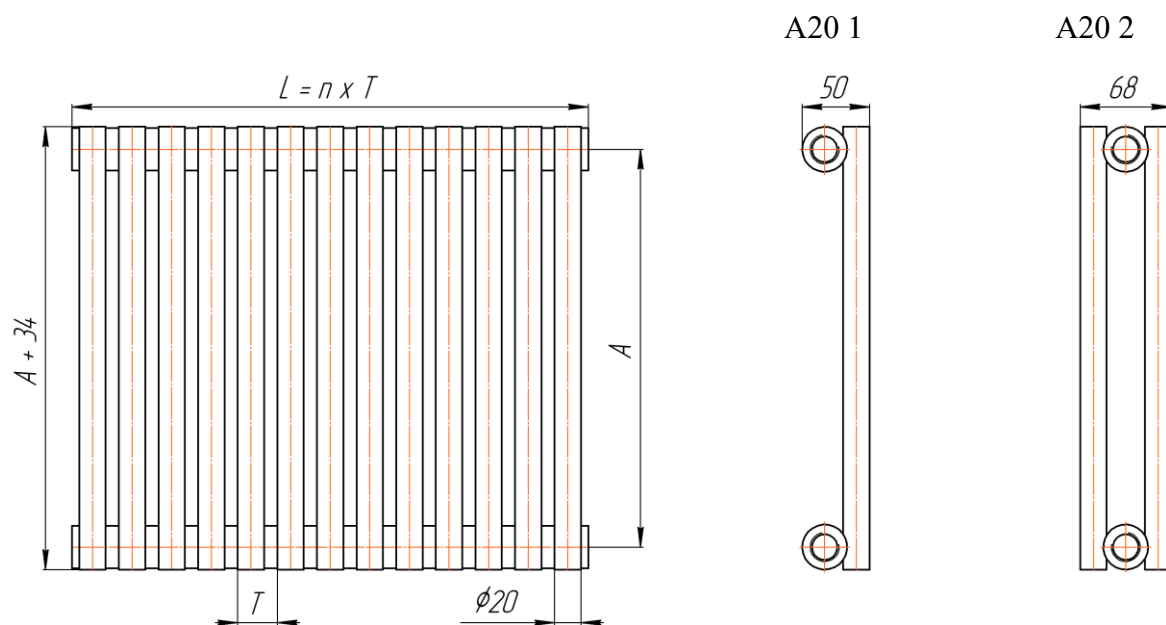

Рис.1 Радиатор «Гармония A20», где: А – межцентровый размер, мм; Т – шаг (Т = 30 мм); n – количество секций; L – габаритная длина, мм.
2.1. Основные размеры и параметры радиаторов приведены на рис.1 и в таблице.